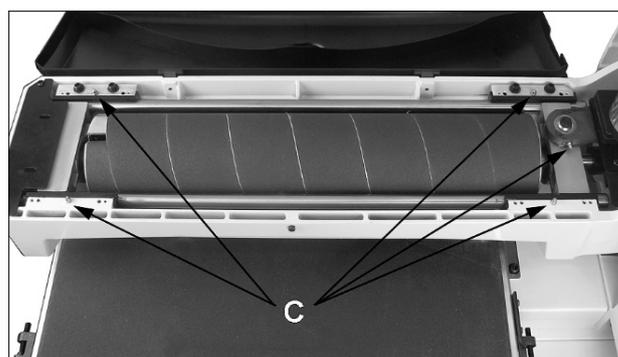

Рис. 10-2
- Производите смазку пяти опор (С, Рис. 10-2) каждые 150 рабочих часов. Смазывайте без излишек смазки.